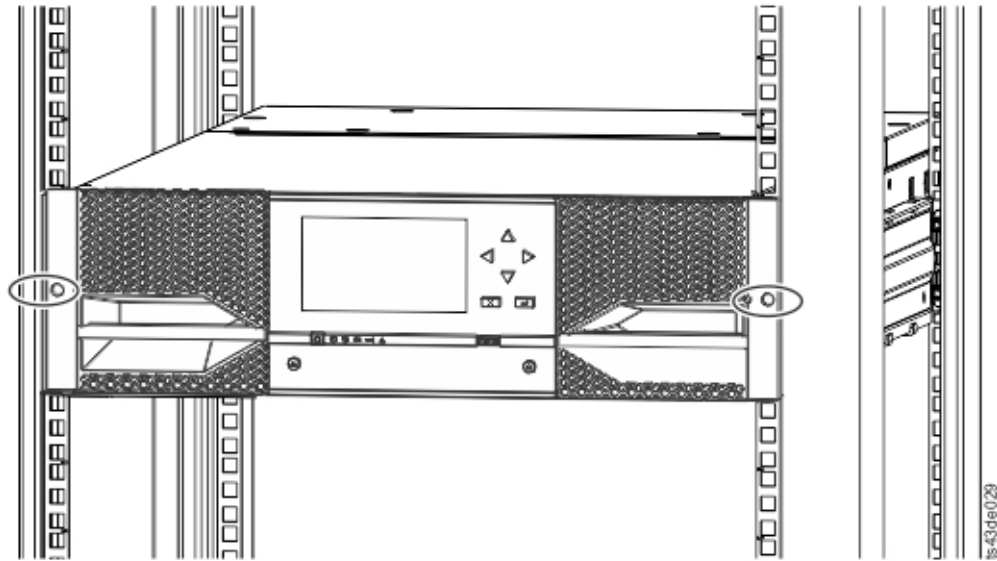

図 41. ラック内のライブラリー
5. プラス・ドライバーを使用して、モジュールをラック前面に緩やかにねじ留めします。ねじは各サイドに1つずつです。50ページの図41の丸で囲まれた箇所を確認してください。